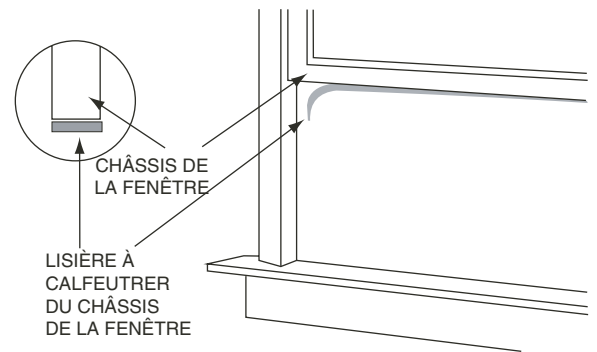

FIGURE 13 — LISIÈRE À CALFEUTRER AU BAS DU CHÂSSIS DE LA FENÊTRE
- Coupez un morceau de la lisière à calfeutrer (comprise) correspondant à la largeur du bas du châssis de la fenêtre. Consultez la Figure 13. Une fois la lisière à calfeutrer coupée, enlevez l'endos détachable et collez-la au bas de la fenêtre. Le reste de la lisière à calfeutrer sera utilisé à l'étape 22.